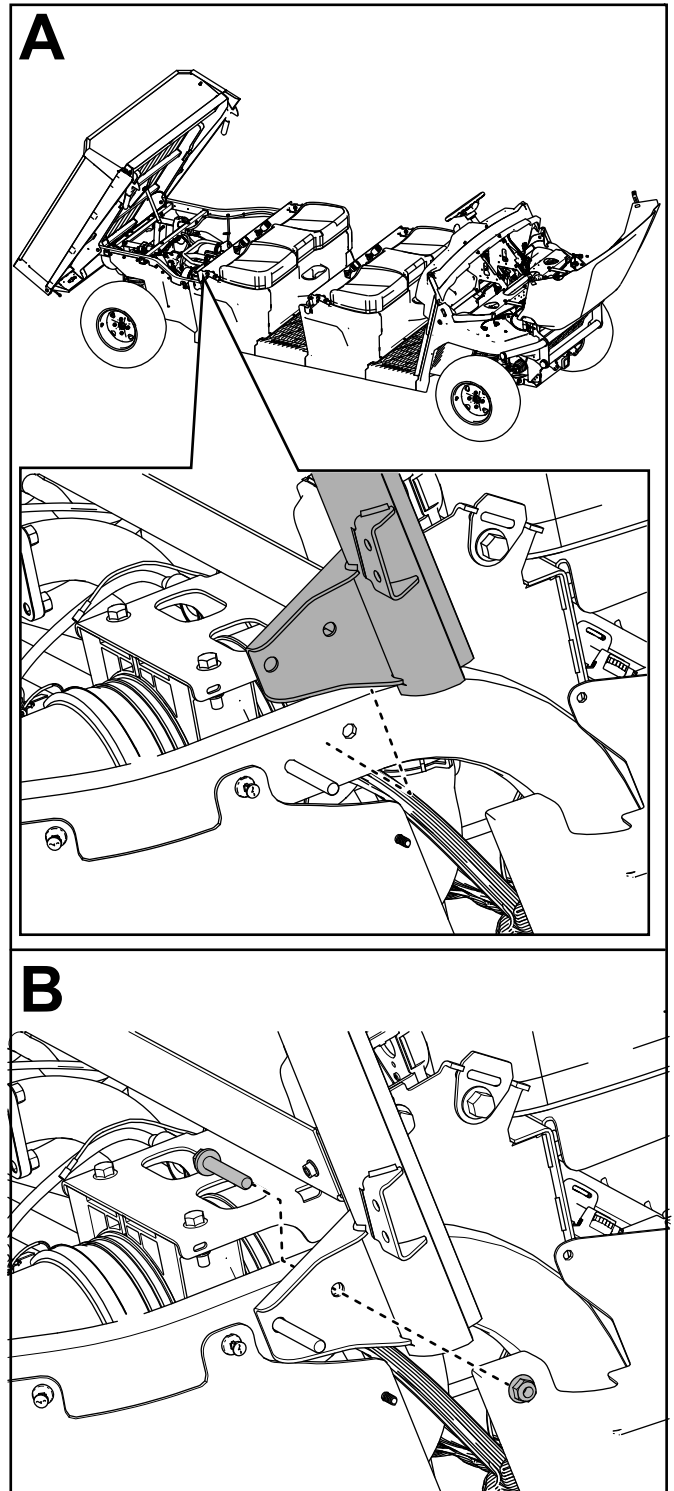

Figura 36
6. Fissate senza serrare il gruppo barra rotazione posteriore di destra al tubo posteriore destro del telaio con 1 bullone a testa flangiata ($\frac{3}{8}$ " x $2\frac{1}{4}$ ") e 1 dado di bloccaggio ($\frac{3}{8}$ ") come illustrato nella Figura 36.